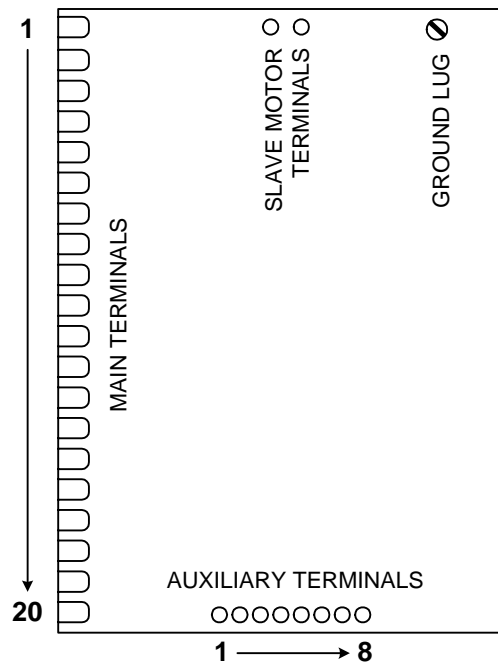

Figura 36
1. Este seguro que la energía al operador está dada vuelta APAGADO siempre que los ajustes en el embrague se estén haciendo. Afloje la tuerca superior de la canillera "abren" la tuerca más baja de la canillera entonces aflojan la tuerca más baja de la canillera. (véase la figura 36 en la página precedente)